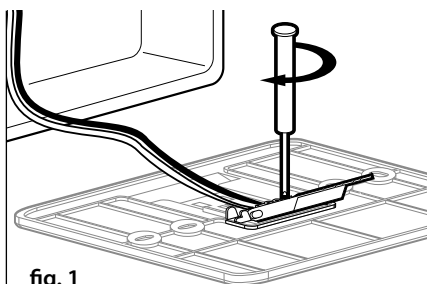

fig. 1
- antes de ligar os fios na base da interface de sistema, faça passar a lingueta de protecção e levante-a (fig.1),